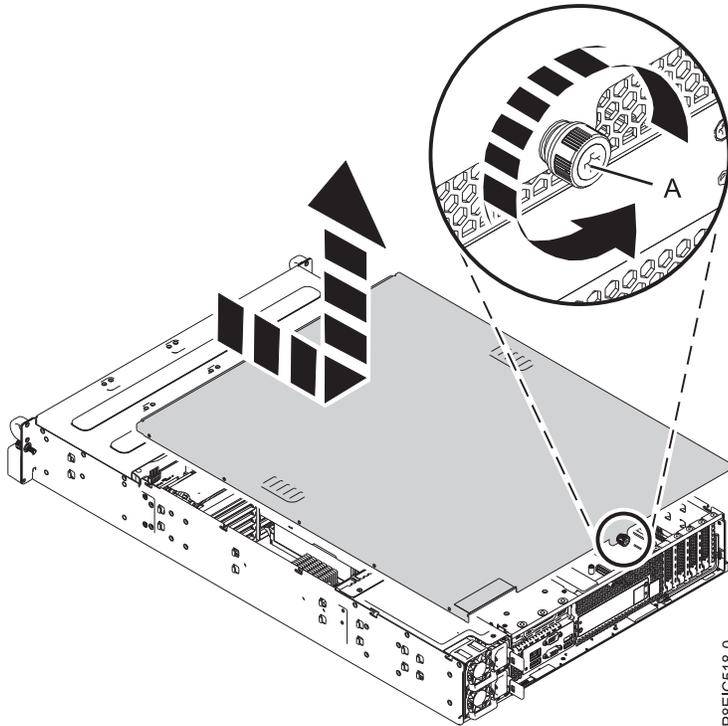

Figura 120. Removendo a tampa de serviço
1. Na parte traseira do sistema, solte o parafuso da tampa (**A**) que prenda a tampa ao chassi. Consulte a Figura 120 na página 120.